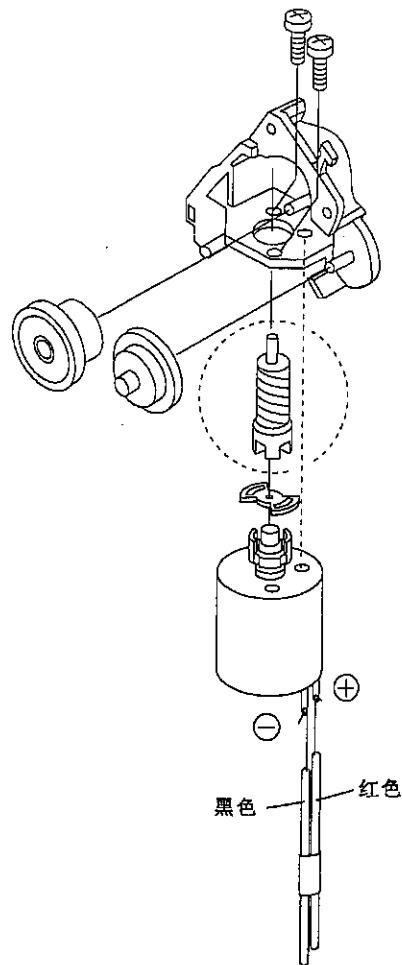

图4-44
- ① 取出旧的磁带装挂马达。按上图（图4-44）所示要求装换新的磁带装挂马达。